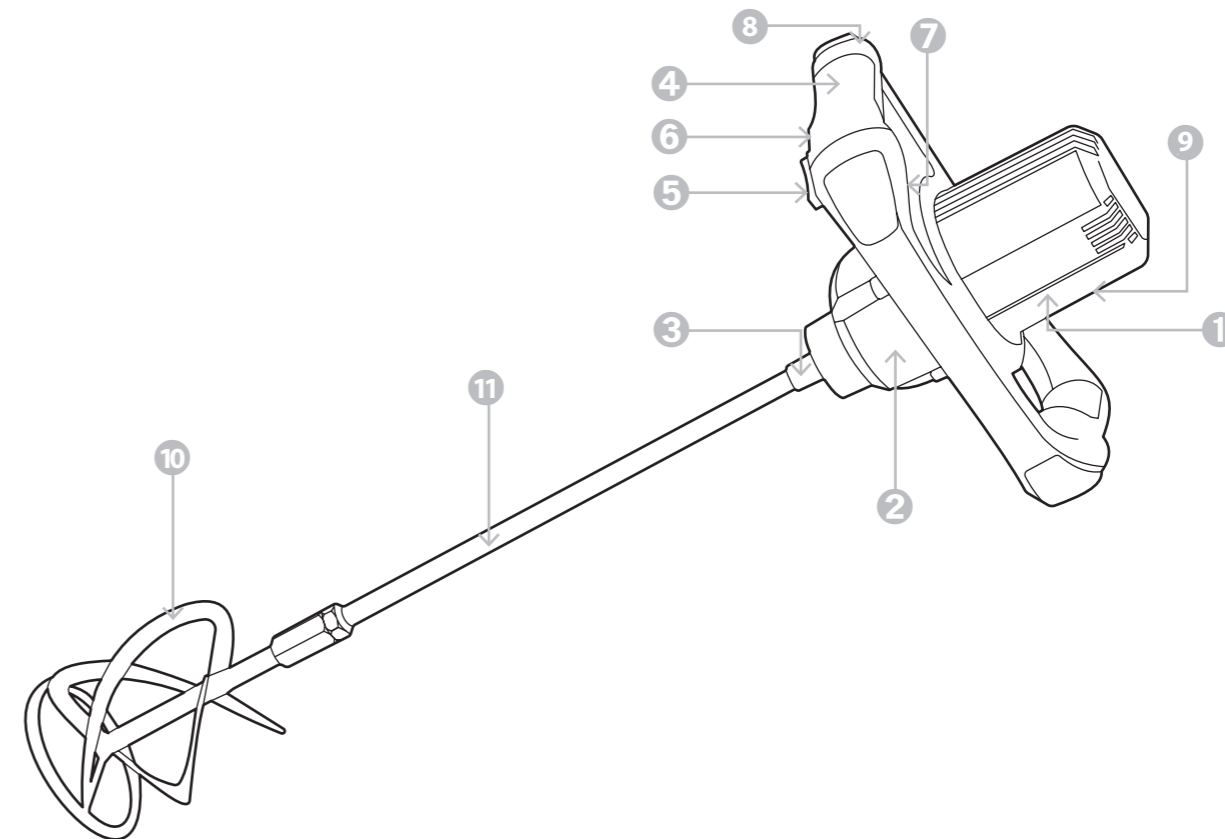

Рисунок 1.5. Устройство инструмента
Пуск машины осуществляется нажатием на клавишу 5 выключателя. Для удобства при длительной работе кнопка 6 позволяет фиксировать выключатель в положении «Включено». Выбор частоты вращения инструмента осуществляется с помощью механического переключателя 7 диапазонов скоростей и маховика 9 электронного регулятора скорости (рисунок 1.5.).
- Менять установку переключателя 7 (рисунок 1.5.) можно лишь после полной остановки шпинделя.
- Можно менять установку маховика 9 (рисунок 1.5.) электронного регулятора скорости при работающем двигателе.